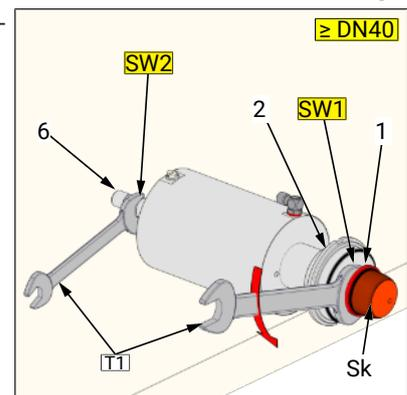

Abbildung 4
- Abb. 4: Ausbau über Schlüssel­fläche (SW1) (\geq DN40)
- Damit die Bohrung (B1) sichtbar wird, muss zuerst der Einsatz (2), wie in der Abbildung dargestellt, abgeschraubt werden.
- Mit einem Zapfenschlüssel (T10) den Kolben (1) bzw. Regelkegel (Sk) aus der Spindel (6) ausschrauben.